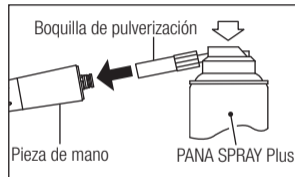
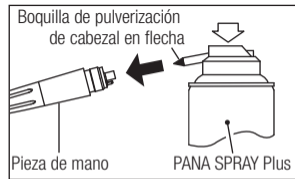

Fig. 10
Fig. 11
- 3) Inserte la boquilla del pulverizador en la parte trasera de la pieza de mano. Sostenga la pieza de mano y el pulverizador durante 2-3 segundos. Aplique lubricante hasta que sobresalga del cabezal de la pieza de mano al menos dos segundos. (Fig. 10)
- 3) Inserte la boquilla de pulverizador en el conducto de conducción de aire del Pieza de mano (Fig. 11). Sostenga el Pieza de mano y el pulverizador durante 2-3 segundos. Aplique lubricante al menos durante dos segundos, hasta que salga por la parte delantera de la cabeza.
3) Lubrique la pieza de mano utilizando NSK PANA SPRAY Plus (Fig. 10, Fig. 11) o sistema de lubricación y limpieza automático de la pieza de mano NSK.